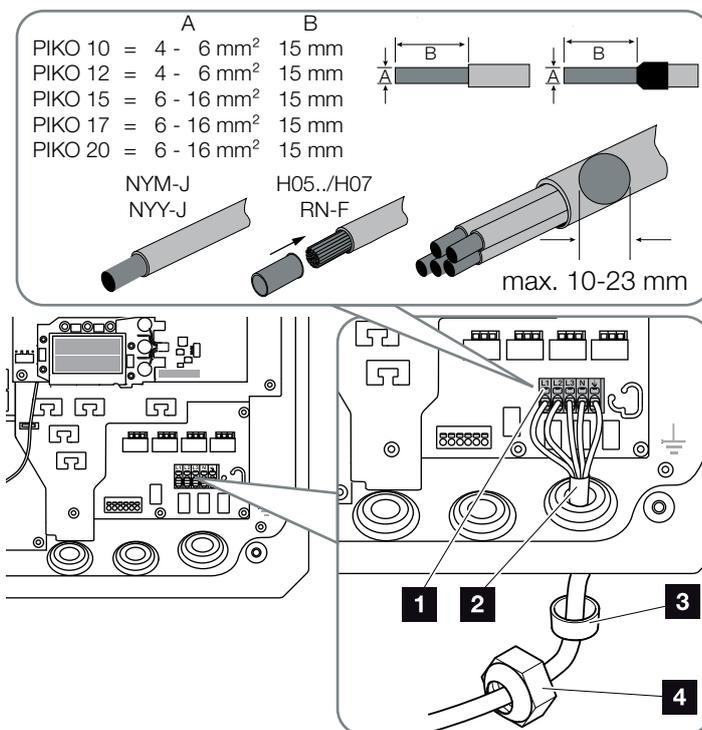

Fig. 22: Collegare il cavo di alimentazione all'inverter
7. Collegare i fili del cavo di alimentazione alla morsettieria AC secondo le indicazioni. **!** **☑ Fig. 22, pos. 1**